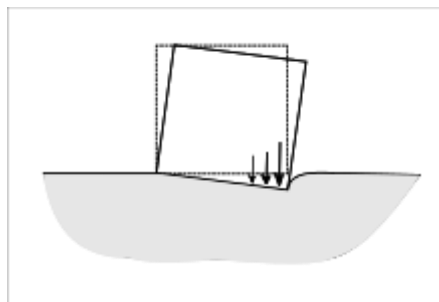

Fig. 1 Tassement du sol
1. Pour corriger le problème de tassement (Fig. 1), on utilise la méthode de compactage statique. **(1.0 Pt)**